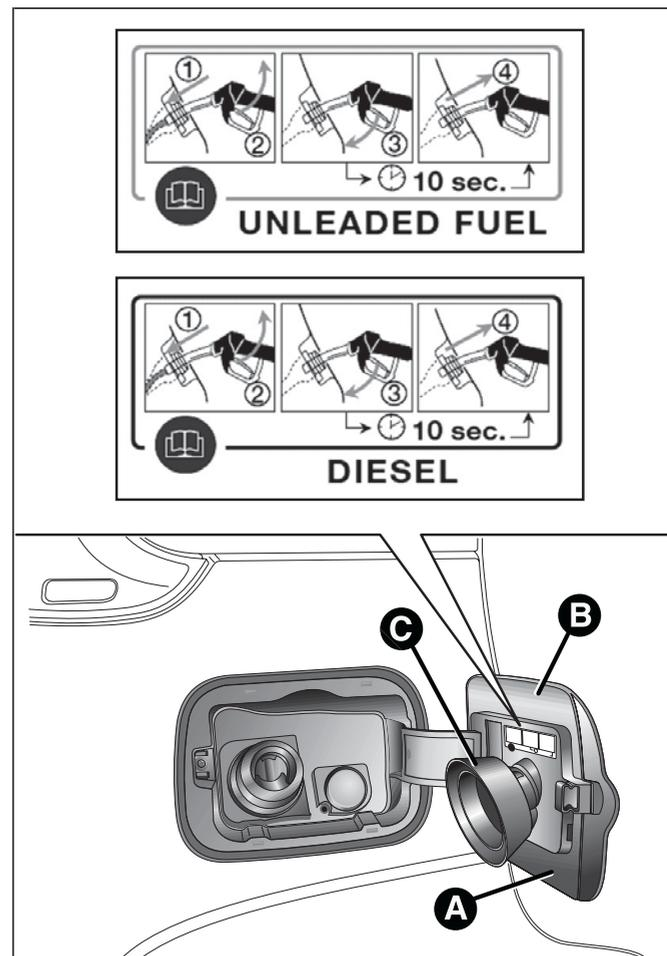

fig. 82
La procédure de ravitaillement décrite ci-après est illustrée sur la plaquette B fig. 82 placée à l'intérieur de la trappe à carburant. La plaquette reprend aussi le type de carburant (UNLEADED FUEL = essence, DIESEL = gazole).
- ouvrir la trappe A fig. 82 en la tirant vers l'extérieur ;
La trappe A fig. 82 est munie d'un soufflet cache-poussière C qui, trappe fermée, empêche tout dépôt d'impuretés et de poussière sur l'extrémité du goulot.